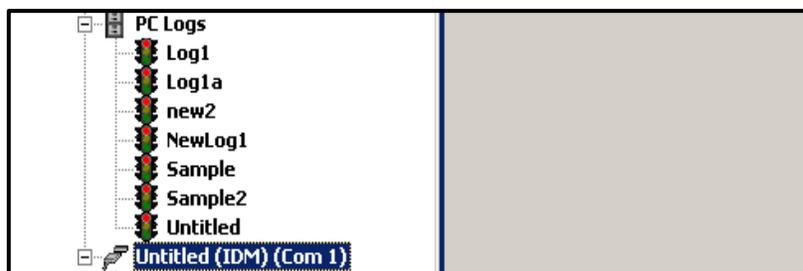

Figura 22: Opción de registros de PC ampliados
- Desde el *Navegador de Nuevo Contador* en PanaView, expanda el árbol de red y haga clic en la opción *Registros de PC*. Si ha creado uno o más registros, el árbol aparecerá similar a la Figura 22. Haga doble clic en el nombre del registro para abrirlo o